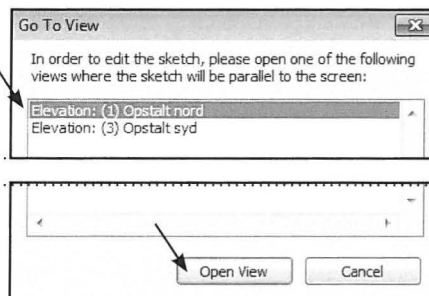

Fig. 09.117. Vælg opstalt nord.
- Vælg opstalt nord (Fig. 09.117).
- Klik *Open View* (Fig. 09.117).